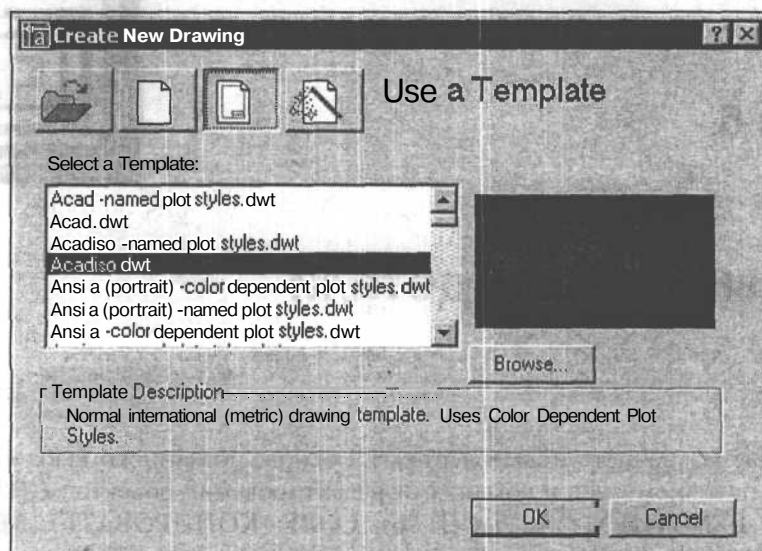
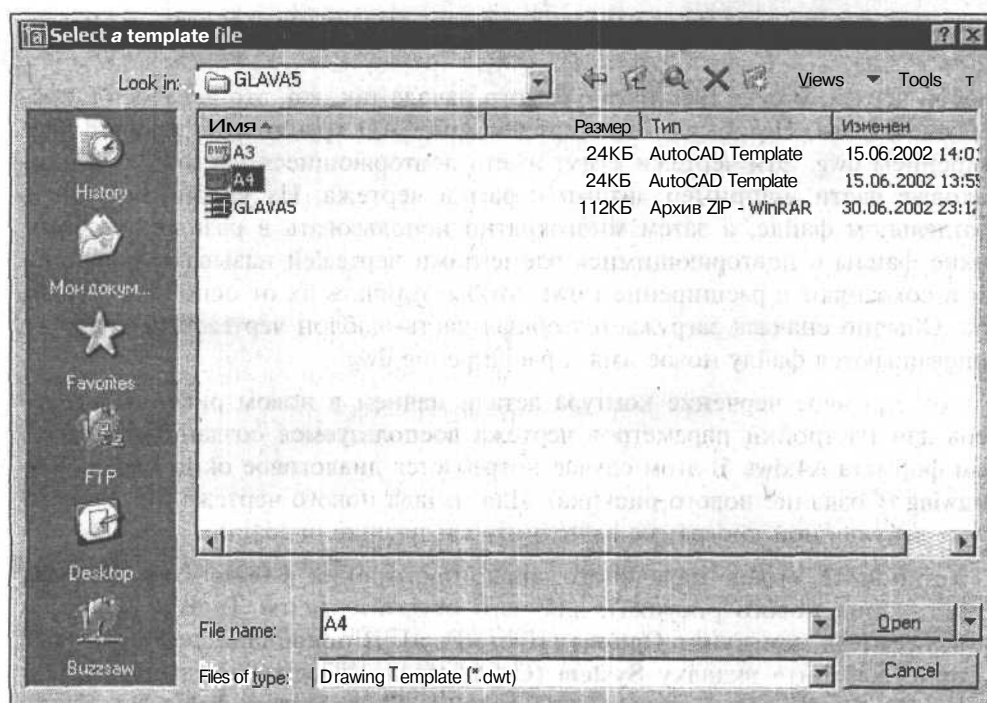

Рис. 6.1. Диалоговое окно **Create New Drawing** на вкладке **Use a Template**
Рис. 6.2. Диалоговое окно **Select a template file** для выбора файла шаблона
2. Щелкните мышью на кнопке  New (Создать), расположенной на стандартной панели инструментов. Появится диалоговое окно **Create New Drawing** (Создание нового рисунка). Выберите в нем кнопку **Use a Template** (По шаблону) (рис. 6.1). Щелкните мышью на кнопке **Browse** (Обзор). Появится диалоговое окно **Select a template file** (Выбор файла шаблона) (рис. 6.2).
Аналогично скопируйте вниз верхний горизонтальный отрезок контура на расстояния 25 и 25.5 миллиметров. Для получения окончательного изображения левой половины контура детали построенный рисунок (см. рис. 6.2), необходимо его отредактировать, подрезав выступающие части отрезков командой **TRIM** (ОБРЕЗАТЬ), сделать фаски командой **CHAMFER** (ФАСКА) и удлинив верхнюю часть оси симметрии за контур детали командой **LENGTHEN** (УВЕЛИЧИТЬ).